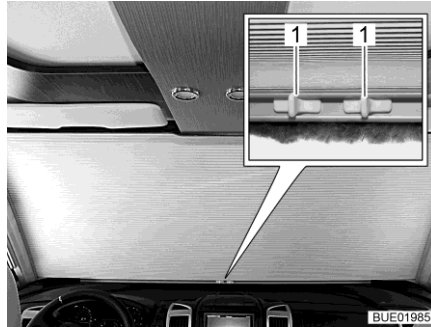

Bild 19 Manuelle Frontscheibenverdunklung
- Griffe (Bild 19,1) zusammendrücken.